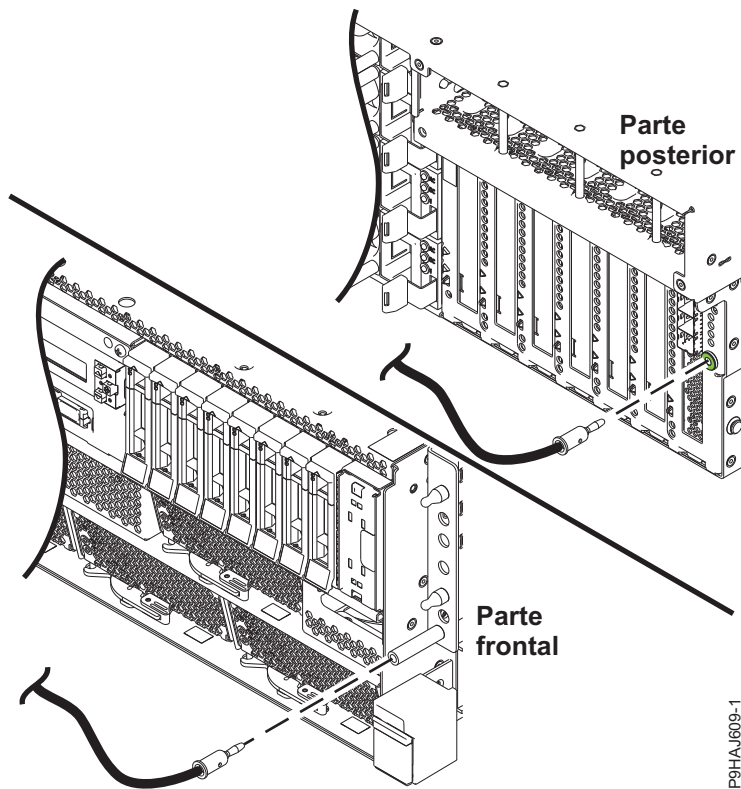

Figura 1. Ubicación de los enchufes ESD
6. Póngase la muñequera antiestática para descargas electrostáticas (ESD). El sistema tiene clavijas ESD en la parte frontal y posterior del sistema, tal como se muestra en la Figura 1 en la página 4. Coloque la muñequera antiestática ESD en la clavija ESD.